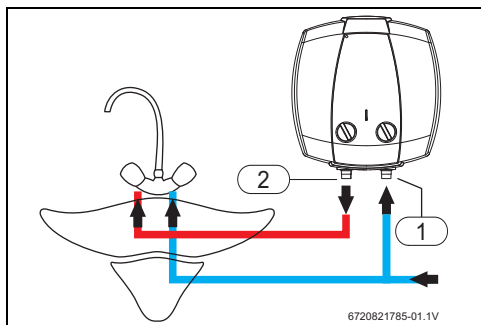

Fig. 7 Instalarea deasupra chiuvetei
- Marcați corespunzător țevile de apă rece și apă caldă pentru a preveni interschimbarea (→ Fig. 7 și 8).